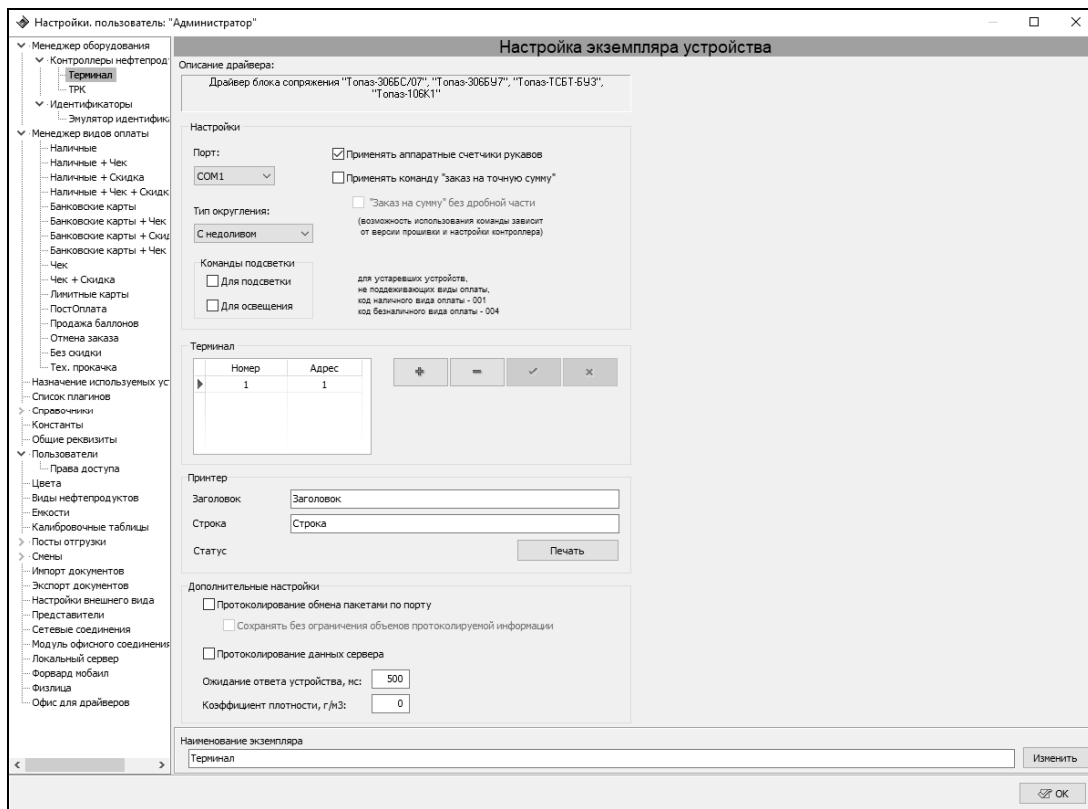

Рисунок 3
– в настройках ПО "Топаз-АЗС" (рисунок 3) в пункте "Модуль офисного соединения" установить галку "Использовать сервер офиса". В поле "Офисный сервер" указать IP-адрес ПК (ВПК), на котором установлено ПО "Топаз-Офис" (если установлено на одном ПК (ВПК) с "Топаз-АЗС", ввести "127.0.0.1"). Заводское значение порта сервера – "3003";